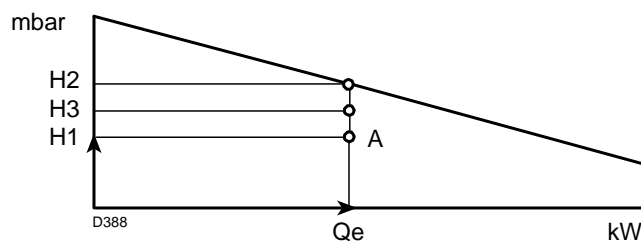

Fig. 3
- 4 Tracciare una verticale dal punto A)(Fig. 3), e trovare la massima pressione H2 del campo di lavoro.
Se H3 è maggiore di H1)(Fig. 3), il bruciatore può erogare la portata richiesta.